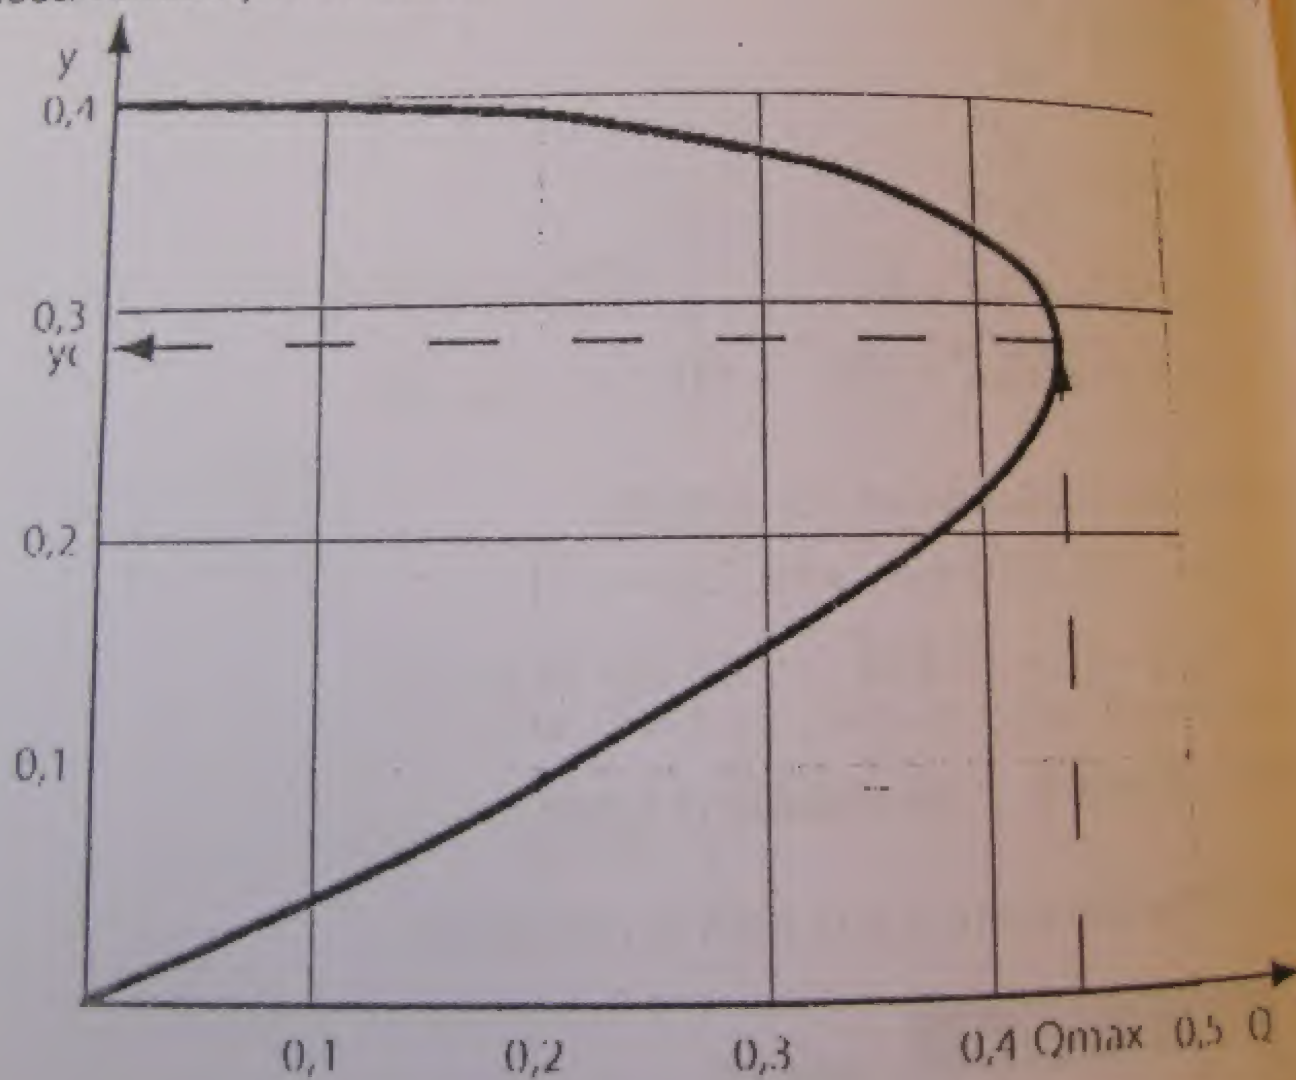

Figura 27. Grafica Q vrs y para una energía constante
5. Ploteando Q vrs y se obtiene la figura 27, en ella se observa que el valor de $Q_{\text{máx}}$ corresponde al y_c .